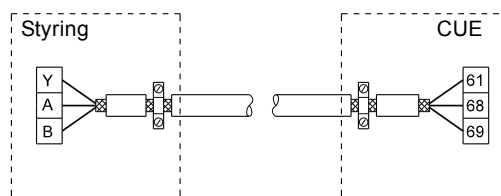
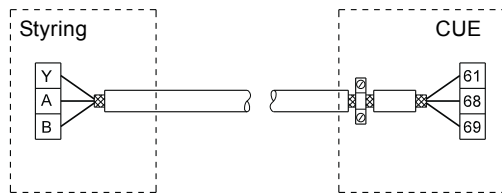

Fig. 39 Eksempel på tilslutning af et 3-leder-buskabel hvor skærmen er tilsluttet i begge ender
Fig. 40 Eksempel på tilslutning af et 3-leder-buskabel hvor skærmen er tilsluttet ved CUE (styring uden kabelbøjler)
- Forbind skærmen til stel i begge ender ved både motor- og signalkabler. Se fig. 39. Hvis styringen ikke har kabelbøjler, skal skærmen kun forbindes til CUE. Se fig. 40.